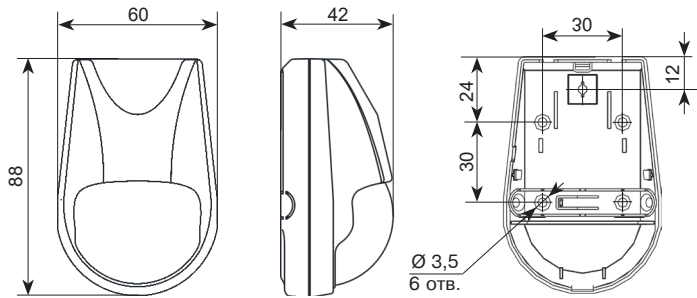

Рисунок 4
- Просверлите в основании извещателя отверстия (рисунок 4), которые будут использоваться для прокладки проводов и крепления извещателя.